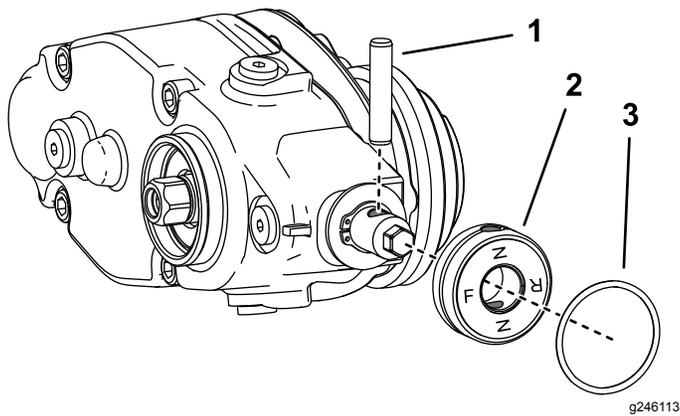

Figura 14
- Se vai instalar o rastelo do lado esquerdo da máquina, efetue o seguinte (Figura 14):